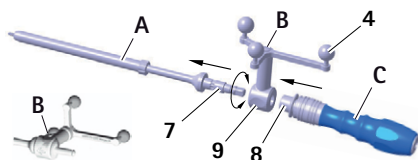

Fig. 6 Montagem da unidade em estrela de referência do instrumento ("pré-calibrado") e do punho S⁴C no cortador de rosca S⁴C
- ▶ Largar a bucha de bloqueio 8, ver Fig. 6. Assegurar que o punho S⁴C está engatado.